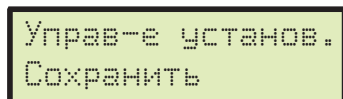

Рис. 73
- Выберите пункт **Сохранить** (Рис. 73) и нажмите на **ОК**;